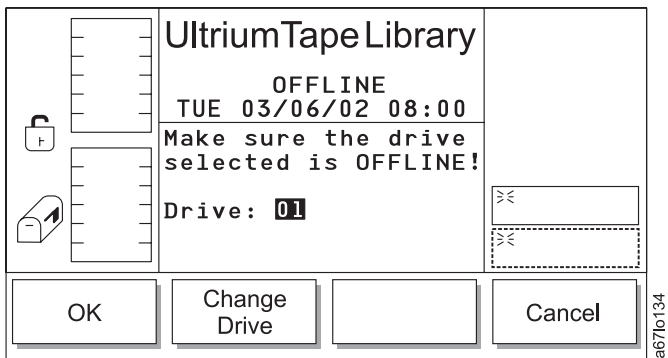

Abbildung 190. Laufwerkdialog
Tabelle 139. Übersetzung von Abb. 190, Laufwerkdialog
- Wird **Cancel** ausgewählt, erscheint der Laufwerkdialog (siehe Abb. 190 auf Seite 203).